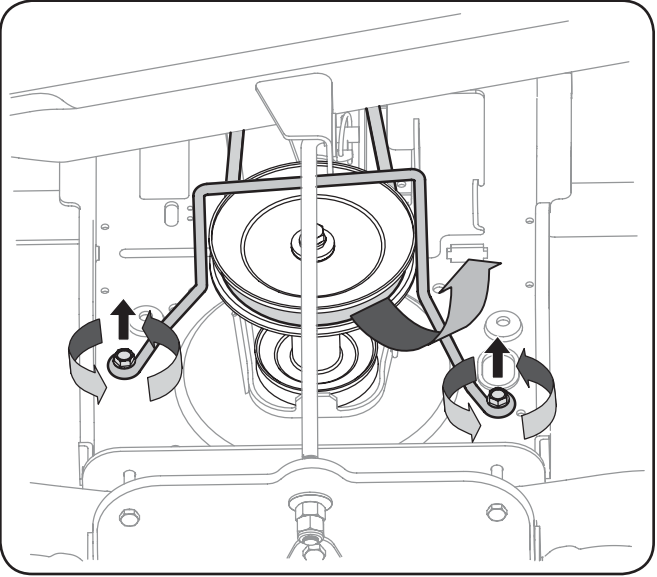

Figure 7-1
11. Remettez le dispositif de protection de la courroie en place. Voir la Figure 7-1.
3. Localisez la poulie motrice (ou de l'embrayage de la prise de force électrique, le cas échéant) sous l'avant du tracteur. Voir la Fig. 7-1.
4. Démontez le dispositif de protection de la courroie et la courroie comme suit. Voir la Fig. 7-1.